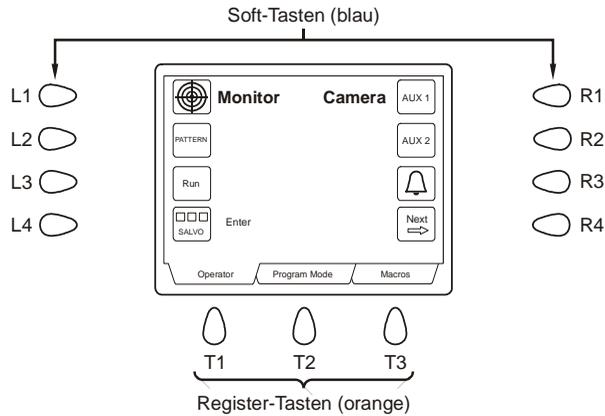

Abbildung 3.4: Passwort-Eingabe-Bildschirm
2. Geben Sie das Benutzerpasswort im Passwort-Eingabe-Bildschirm (Abbildung 3.4) ein und drücken Sie dann die Soft-Taste ENTER.